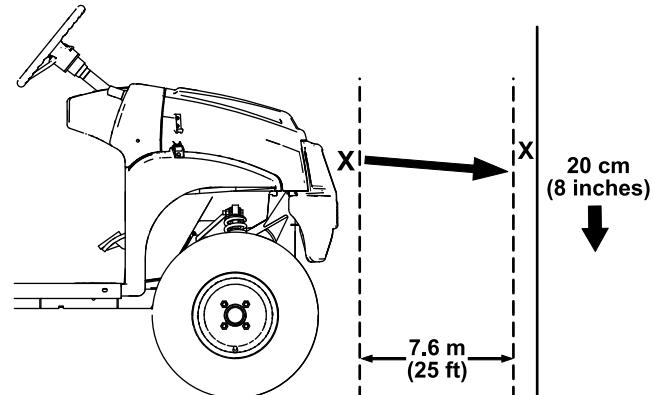

图 49
1. 将机器停在水平地面上大灯距离墙壁约 7.6m 图 49。
大灯光束最亮部分应在墙上标记下方 20cm 处图 49。